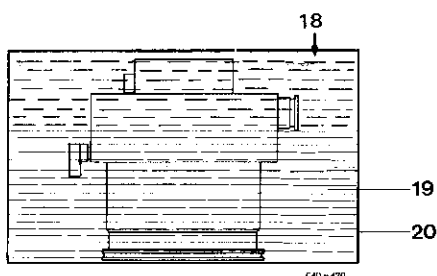

Fig. 15
- Pumpe senkrecht, mit Anschlußflansch nach unten, in passenden Behälter stellen (Fig. 15).
- Place the pump vertically into a suitable vessel, with the intake flange pointing downward (Fig. 15).
- Poser la pompe verticalement, la bride de vide élevé vers le bas, dans un récipient de taille adéquate (Fig. 15).